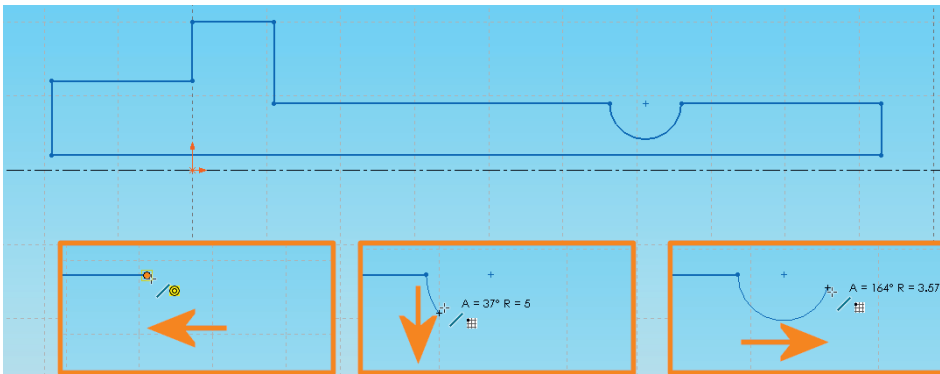

Bild 3.69: Überraschung: Die Linie verfügt über einen eingebauten Bogen
- Zeichnen Sie die Kontur nach Bild 3.69. Beachten Sie auch ihre Lage: Der Ursprung liegt an der linken Seite des großen Durchmessers.
Wenn Sie die ersten drei Linienstücke nach Bild 3.69 gezeichnet haben,